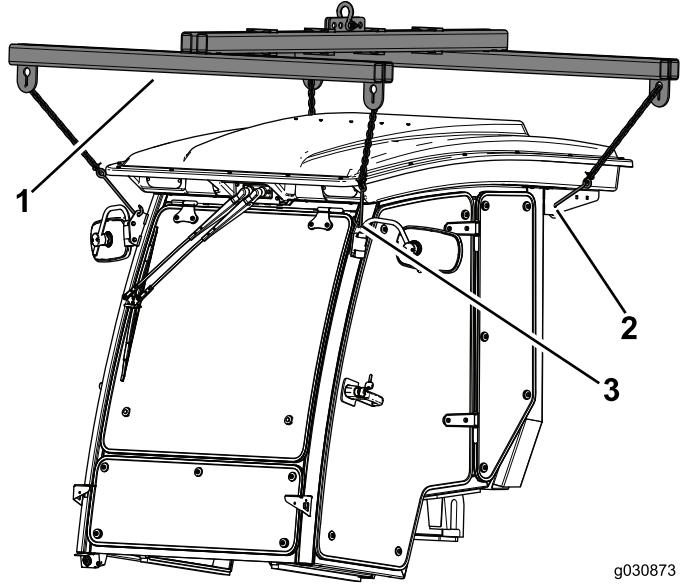

Figure 64
1. Utilisez les 4 points de levage pour soutenir la cabine au-dessus de la machine (Figure 64).